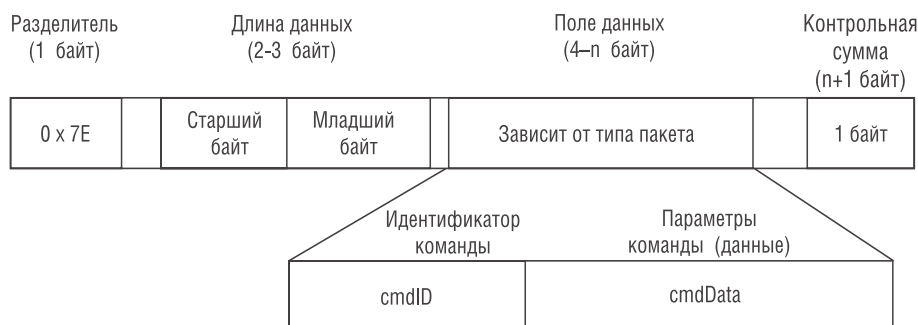

Рис. 2. Формат фрейма API
- Управление модулями с помощью API (Application Programmers Interface – программный интерфейс приложения). Дополнительно к прозрачному режиму передачи данных добавлен режим передачи данных в виде фреймов определенной структуры (рис. 2). Это позволило передавать данные и управляющие команды, не переводя модуль в специальный командный режим. Благодаря новому режиму появилась возможность получать значение RSSI (уровень принимаемого сигнала) и подтверждения об успешной доставке для каждого пакета.